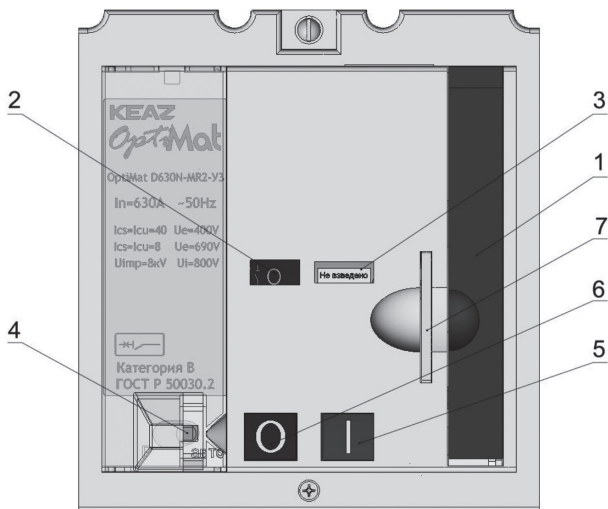

Рисунок 1 - Внешний вид лицевой панели дистанционного привода
лем «р/авто» (поз. 4 рис. 1).
Управление выключателем осуществляется с помощью кнопок включения (поз. 5 рис. 1) и отключения (поз. 6 рис. 1). Взвод включающей пружины осуществляется рычагом ручного взвода (поз. 1 рис. 1).
Когда переключатель режимов управления (поз. 4 рис.1) находится в положении «авто», кнопка включения (поз. 5 рис. 1), кнопка отключения (поз. 6 рис. 1) и рычаг ручного взвода (поз. 1 рис. 1) на приводе заблокированы. Включение и отключение осуществляется двумя импульсными или непрерывными командами с пульта управления.
2) В случае использования СК2, при срабатывании выключателя по короткому замыканию или перегрузке автоматический и дистанционный взвод привода осуществляться не будет. Для взвода привода, необходимо переместить переключатель режимов управления (поз.4 рисунок 1) в ручной режим и произвести взвод привода с помощью рычага ручного взвода (поз.1 рисунок 1).
3.7 Привод двигательный может быть заблокирован с помощью 1-3 навесных замков (в комплект поставки не входят) с диаметром дужек 5-8 мм. Для этого необходимо перевести автоматический выключатель в коммутационное положение «отключен», выдвинуть из корпуса привода скобу с отверстиями (поз.7 рисунок 1) и установить навесные замки. По-